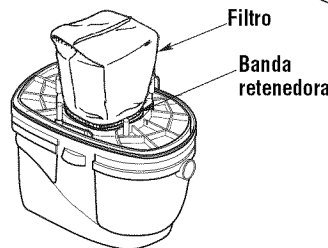

FIGURA 3
5. Asegúrese de que la banda retenedora esté posicionada sobre la bolsa del filtro entre las líneas impresas (vea la Figura 3).